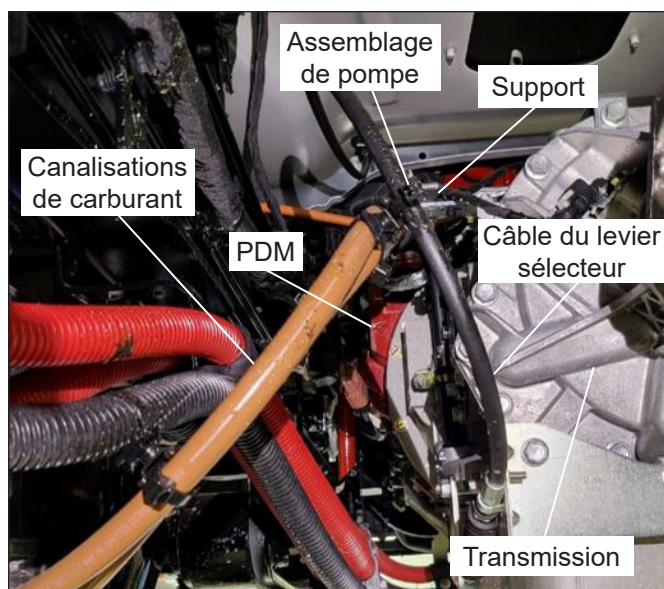

Figure 2 — Inspection des canalisations de carburant et du câble du levier sélecteur, angle un
4. Localisez la transmission [boîtier en aluminium argenté] et identifiez la ou les canalisations de carburant [marron], le câble du levier sélecteur [noir], la PDM [bleu ou rouge] et le support de canalisation de carburant (reportez-vous aux Figures 2 et 3).